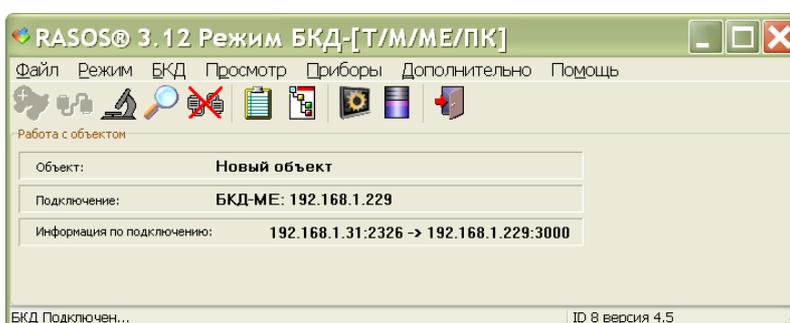

Рисунок 16 - Подключение к БКД-МЕ
4) Программа RASOS произведет подключение к выбранному БКД-МЕ (рисунок 16).
- 2) Подключиться программой RASOS к блоку БКД-МЕ (рисунок 16).